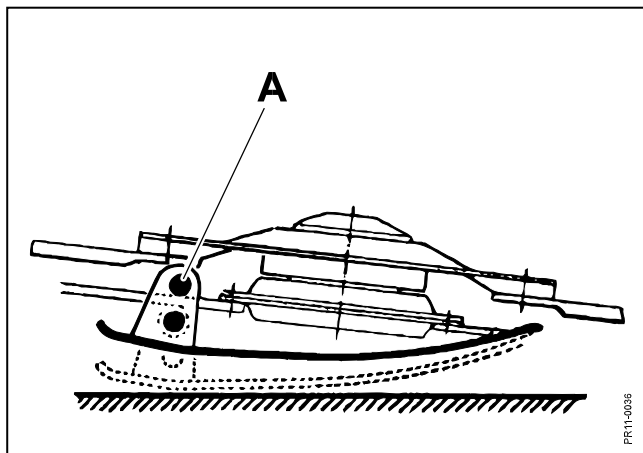

Fig. 3-11
- Fig. 3-11** 2) **Stubhøjden** reguleres med slæbesko samt justering af skivebjælkens hældning.